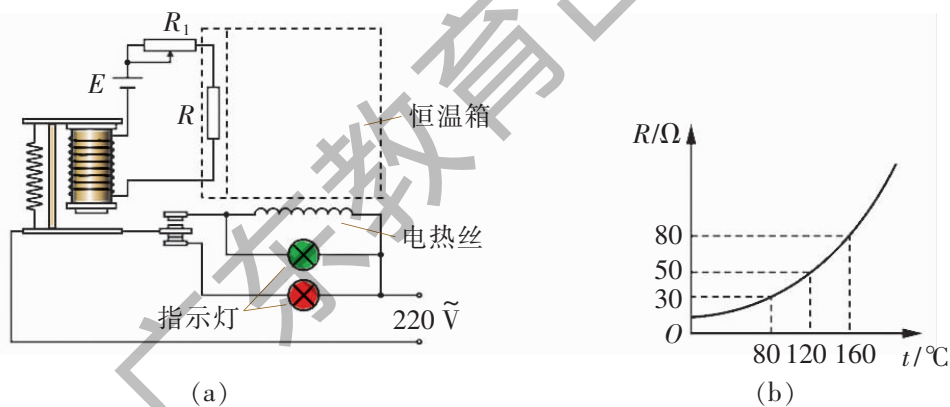

图 3-5
6. 化学实验常用到恒温箱。如图 3-5 (a) 所示为简单恒温箱温控电路。它由热敏电阻  $R$  和继电器组成。图 (b) 为热敏电阻的  $R-t$  图象。设继电器线圈中电流大于或等于 20 mA 时，继电器衔铁吸合。若继电器线圈电阻为  $150 \Omega$ ，为继电器线圈供电的电源  $E=6 \text{ V}$  (内阻可以不计) 时，要使恒温箱内温度保持  $120^\circ\text{C}$ ，可变电阻  $R_1$  的值应调节为多少？